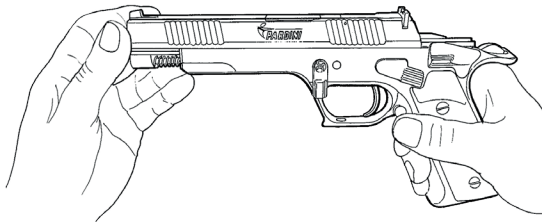

Fig.2
4. **Fig. 2** Fare scorrere il gruppo carrello-canna-molla-guidamolla, sfilandolo dal fusto.
4. **Fig. 2** Slide off the whole top assembly from the frame.